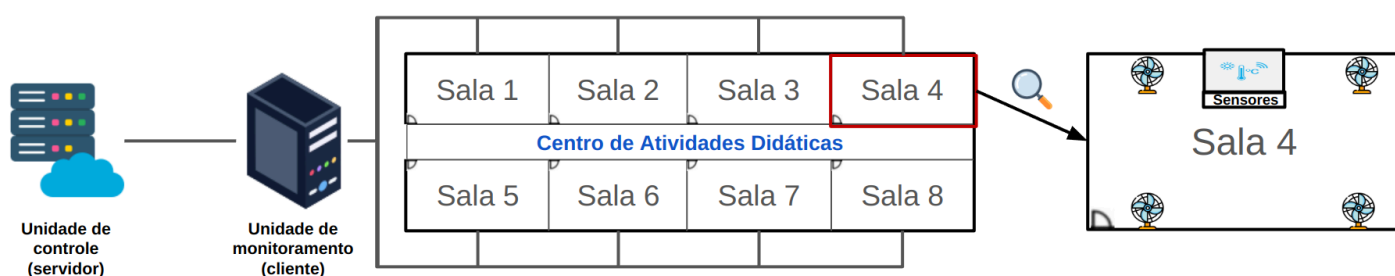

Figura 1 - Exemplo de comunicação entre as entidades do sistema
Uma empresa de controle e automação decidiu ingressar no segmento de monitoramento e de controle climático em universidades, onde necessita desenvolver um projeto piloto que consiste em criar um controle de informações climáticas de um centro de atividades didáticas capaz de registrar e monitorar dados sobre as salas de aula através de uma Unidade de Controle (UC) centralizada, responsável por todo o fluxo de informações e controles no sistema (**o servidor**) e de uma Unidade de Monitoramento (UM) cuja função consiste em cadastrar salas de aulas, coletar dados de temperatura, umidade do ar e estados de ventiladores das salas de aula através de sensores (**o cliente**) e retornar ao servidor por meio de protocolos de comunicação e da Internet. Assim, a Figura 1 ilustra a comunicação entre cada uma das entidades do sistema (sensores, cliente e servidor) operando em um pavimento em ambiente educacional.